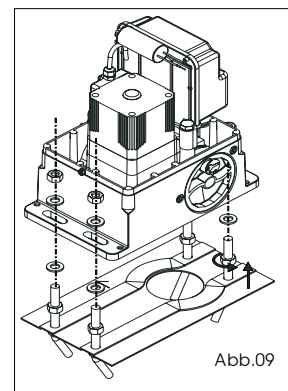

Abb.09
- 2- Den Antrieb mit den Unterlegscheiben und den Muttern aus dem Lieferumfang gemäß Abb. 09 auf der Grundplatte anbringen. Hierbei die Kabel durch die im Motorgehäuse vorgesehenen Öffnungen einziehen (siehe Abb. 01 - Bez. 9). Falls notwendig ist es möglich, beide Bohrungen durch einen Hammer zu verbinden, um einen breiteren Durchgang zu erreichen.